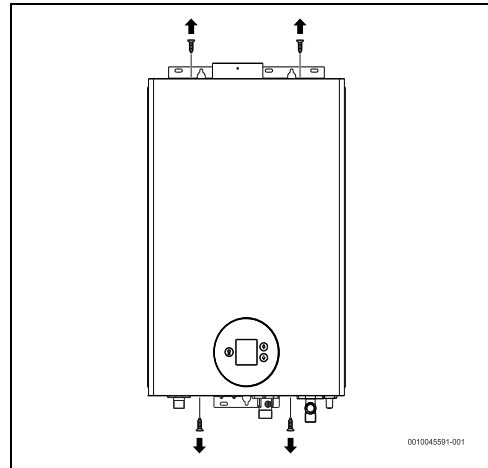

Fig. 14 Retirar la parte frontal
- ▶ Retirar la parte frontal del aparato (Fig. 14, página 18).